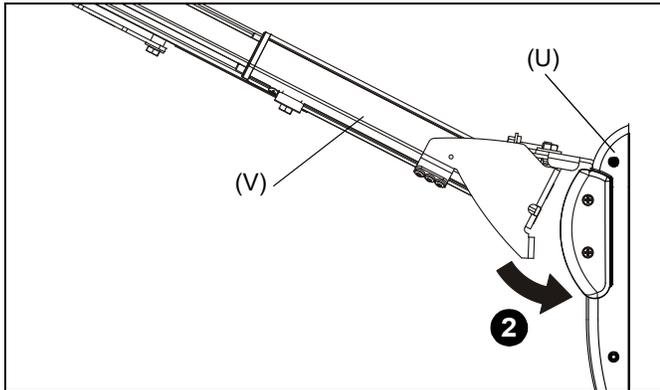

Figure 9
- Faites glisser le bord inférieur sur la plaque en croix du support mural. (Voir figure 9)